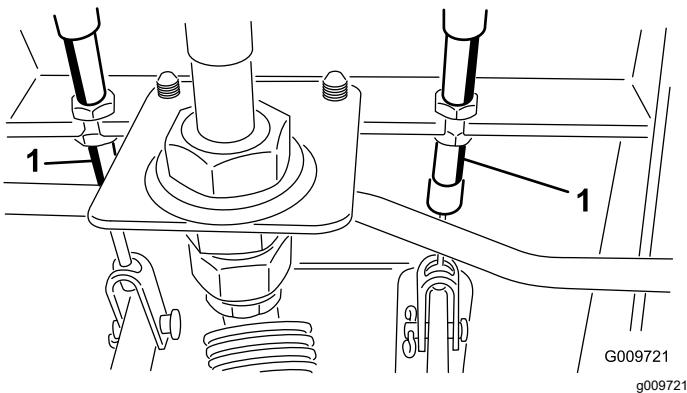

Рисунок 113
- A. Отпустите переднюю гайку на резьбовом конце троса тормоза (Рисунок 113).